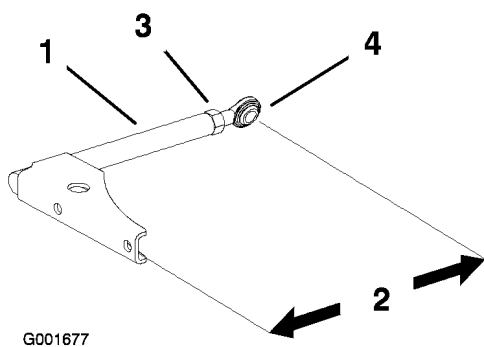

Figure 52
1. Desserrez l'écrou de blocage et tournez la rotule dans le sens anti-horaire, un tour à la fois (Figure 52).
2. Réglez chaque côté de la même façon. La longueur nominale de chaque bras de poussée doit être de 34 cm (13,5 po) (Figure 52).